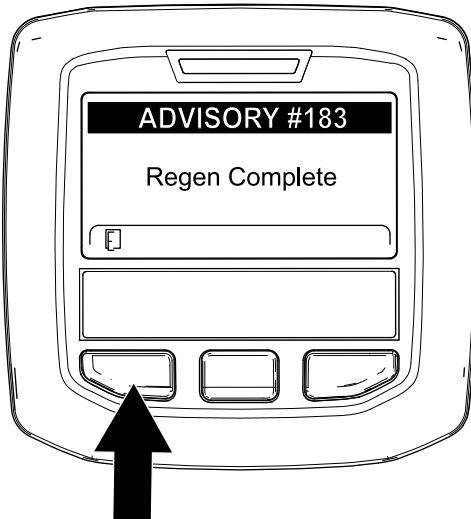

Bild 68
- Wenn der Motorcomputer eine geparkte Regenerierung oder eine Wiederherstellung-Regenerierung abschließt, wird im InfoCenter ADVISORY #183 (Bild 68) angezeigt. Drücken Sie die linke Taste, um den Begrüßungsbildschirm anzuzeigen.
**Hinweis:** Wenn die Regenerierung nicht abgeschlossen wird, wird im InfoCenter „Advisory #184“ (Bild 68) angezeigt. Drücken Sie die linke Taste, um den Begrüßungsbildschirm anzuzeigen.